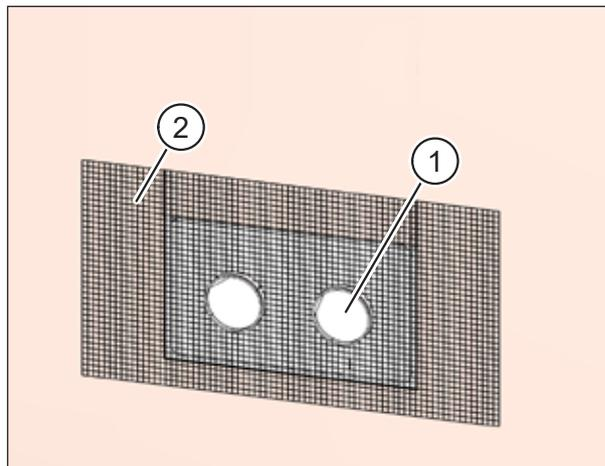
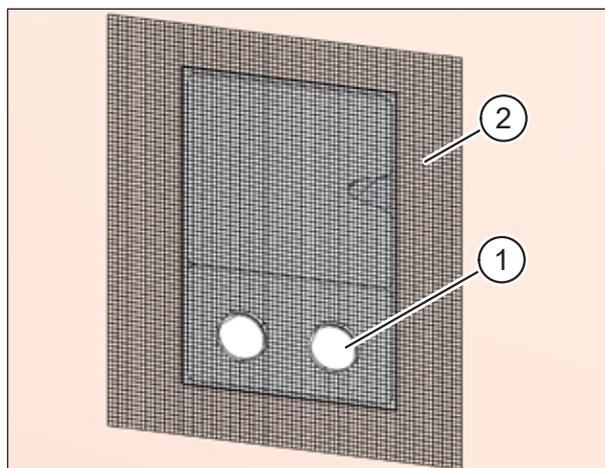

Abb. 66: Montageset **ohne** Füllstück einputzen
Abb. 67: Montageset **mit** Füllstück einputzen
- ▶ Setzen Sie die Putzschutzhülsen (Pos. 1 in Abb. 66 und Abb. 67) ein. Sie sollen soweit über die Außenwand herausragen, dass sie mit dem späteren Putzauftrag bündig abschließen. Die Putzschutzhülsen bilden die Beiputzfläche für den Außenputz.
- ▶ Bringen Sie das Putzgewebe (Pos. 2 in Abb. 66 und Abb. 67) außen auf Mauerkasten, Außenwand bzw. Fassadendämmung an.